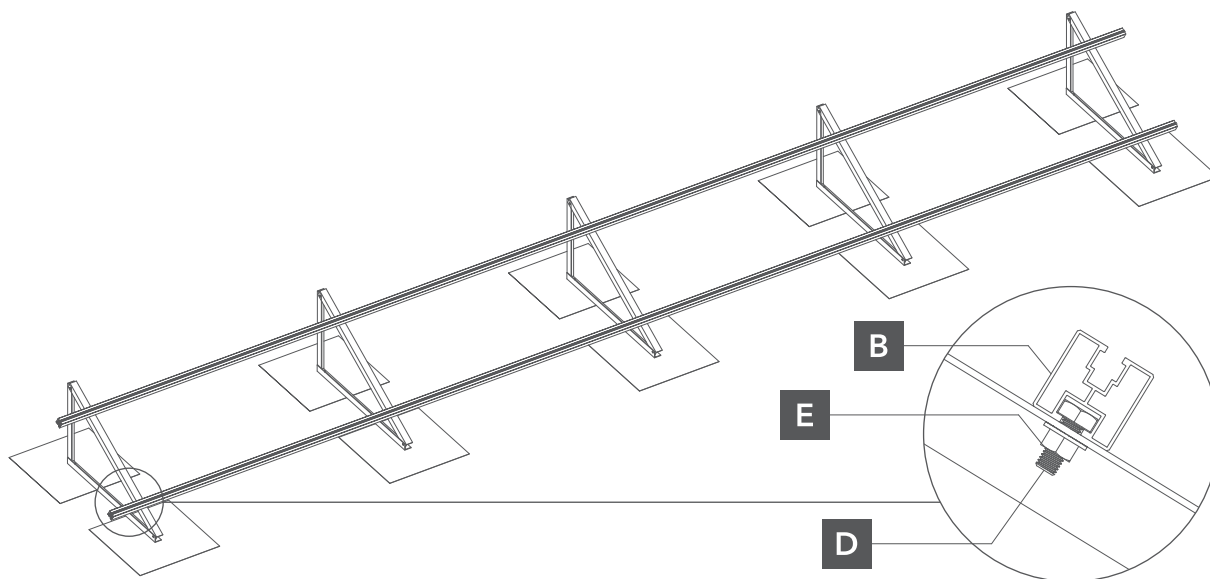

Abb. 6. Befestigung der Schiene am Montageträger
- 5** Als nächstes sollten Sie eine Sechskantschraube durch das Ende der Schiene führen, sie mit dem Montageträger ausrichten und mit einer Kolbenmutter befestigen (Abb. 6).